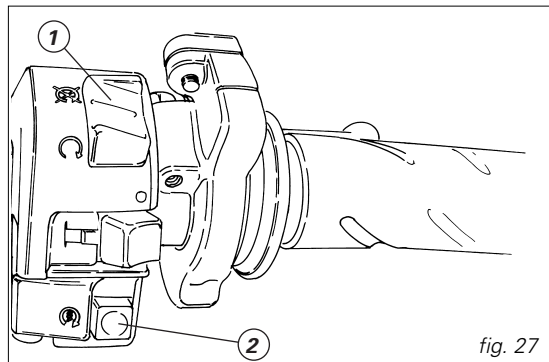

fig. 27
3) Assurez-vous que le commutateur d'arrêt (1, fig. 27) est en position  (**RUN**); appuyez ensuite sur le bouton-poussoir de démarrage (2).